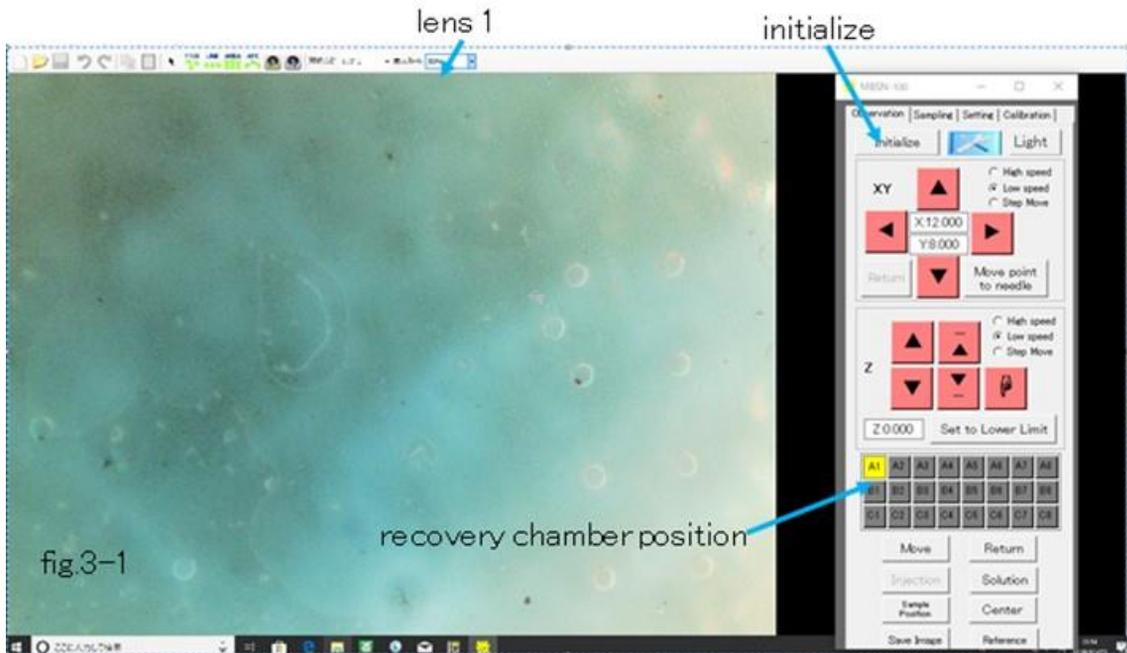

図3-1
- ① 電源をオンにし、ソフトを起動する。カメラタブおよびライトをオンにする。=>標本画像とコントロールパネルが現れる (図3-1)
採取断片回収容器の配置はコントロールパネルに表示されているが、黄色部分が選択されている。デフォルトでA1が選択されている。(図3-1)